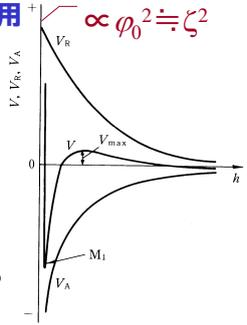

図 10.2 ポテンシャルエネルギー曲線の一例 ($V = V_R + V_A$)
- 全相互作用 V は、 $V = V_R + V_A$ (10.13) 図10.2参照